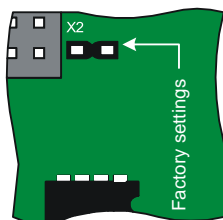

Рис. 5.1
2. Установите переключку «Factory settings» (рисунок 5.1).